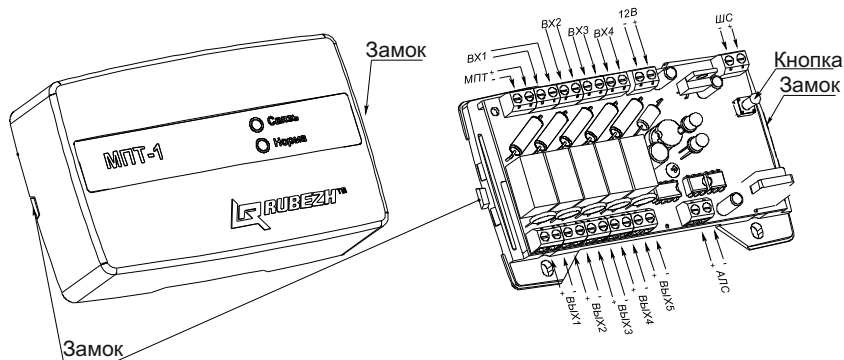

Рисунок 4. Вскрытие АУ.
1. Открыть и снять крышку модуля, нажав на замок с боковой стороны (см. рисунок 4). Снятие крышки лучше производить на горизонтальной поверхности.
4. Произвести необходимые подключения (см. рисунок 4).